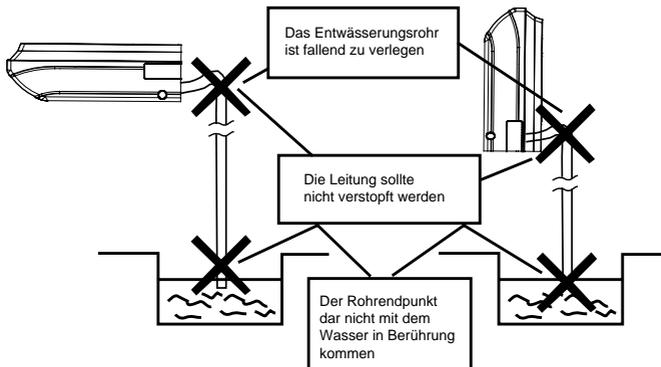

Abb. 23
- (4) Das Entwässerungsrohr anschließen (Abb. 23).